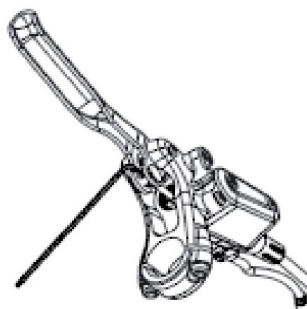

Figura 3-1 Métodos de ajuste del tornillo de ajuste de la empuñadura
- ① Cuando utilice una llave hexagonal de 2 mm para el ajuste, gire en sentido horario para aumentar la distancia de agarre (máx. unos 100 mm) y en sentido antihorario para aumentar la distancia de agarre (mín. unos 80 mm, como se muestra en la Figura 3-1).
- ② Si gira la llave hexagonal de 2 mm en el sentido de las agujas del reloj para ajustar la distancia de agarre al máximo (aprox. 100 mm), el pistón de aluminio de la maneta del freno de disco se moverá hacia delante, haciendo que la maneta se presione con facilidad (la fuerza de frenado aumentará en este momento), pero puede provocar el fallo de la función de reposición automática de aceite.